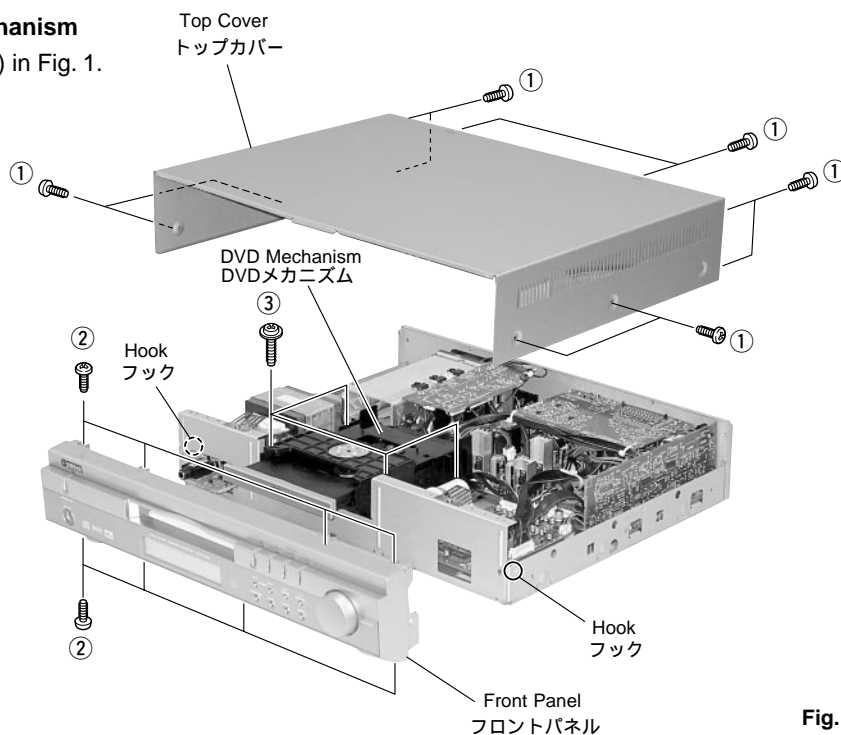

Fig. 1
- Remove 10 screws ( ① ) in Fig. 1.
- ①のネジ10本を外します。( Fig. 1 )
- Remove the Lid in Fig. 1.
- Remove 8 screws ( ② ) in Fig. 1.
- ②のネジ8本を外します。( Fig. 1 )
- フック2ヶ所を外し、フロントパネルを前方に外します。( Fig. 1 )
Remove 4 screws ( ③ ) in Fig. 1.
- ③のネジ4本を外します。( Fig. 1 )